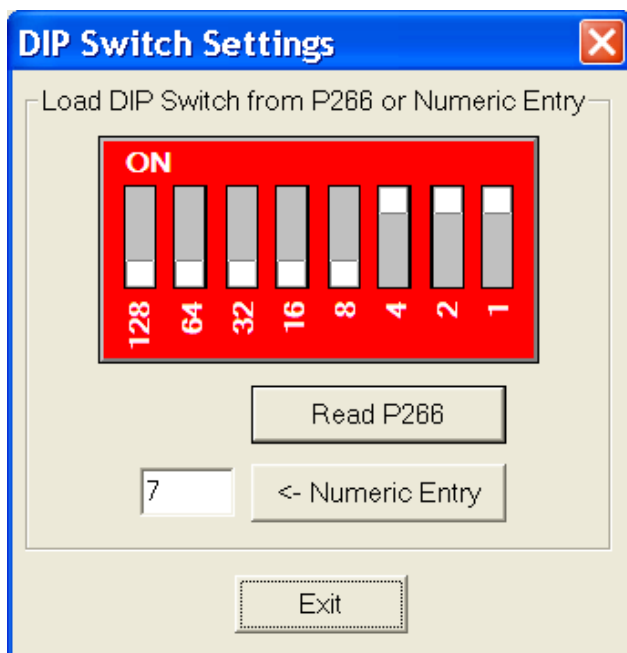

Figura 72: Pantalla de DIP Viewer (Visor DIP)
- **Read P266** (Leer P266): al hacer clic en este botón, P266 Utility lee el interruptor DIP del control P266 Speed Control al que está conectado. Tras una lectura correcta, el gráfico del interruptor DIP se actualiza para coincidir con el valor del control de velocidad, y el campo de entrada numérica contiene el equivalente decimal del interruptor DIP real en el control de velocidad. En el ejemplo mostrado en la Figura 72, el interruptor DIP de P266 Speed Control se establece en un valor de 7.